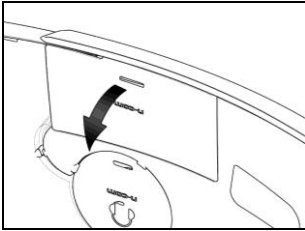

Fig. 20 – CASQUE X-1005
- Sur le côté droit du casque, plier le revêtement de la joue et insérer la pile dans son logement (Fig. 20/21-22).